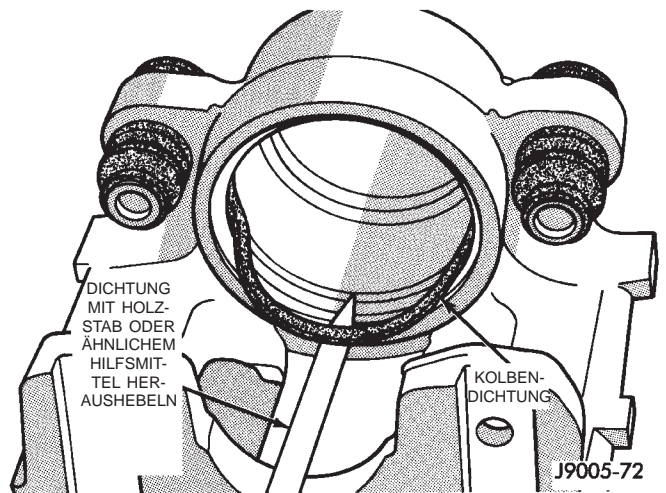

Abb. 49 Kolbendichtung entfernen
(6) Die Kolbendichtung mit einem Holz- oder Kunststoffwerkzeug (Abb. 49) heraushebeln. Keine Metallwerkzeuge verwenden, da diese die Zylinderbohrung zerkratzen können.